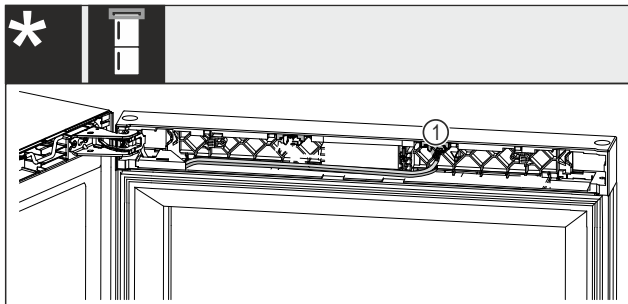

Fig. 23 Комбинации из холодильника для вина и морозильника*
▶ Вытяните штекер Fig. 23 (1) из гнезда.*